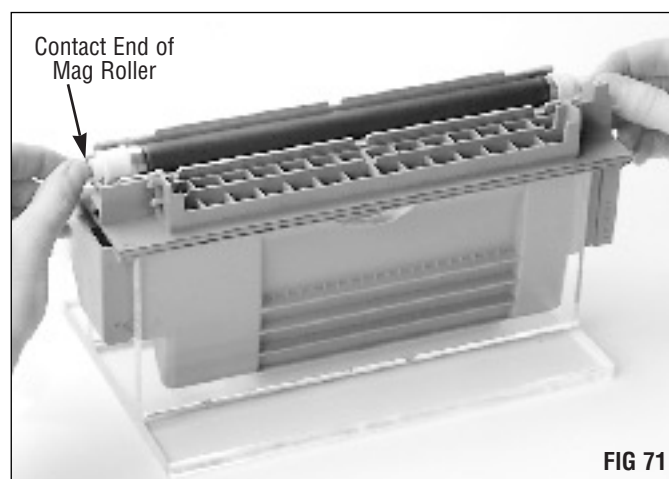

FIG 71
6. Install the mag roller (FIG 71).